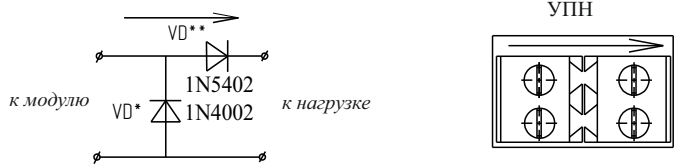

Рисунок 3
- УПН состоит из аналоговичных диодов, установленных на плату с клеммными колодками (рисунок 3).